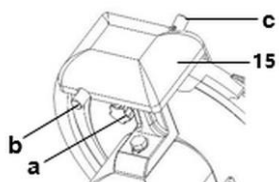

Fig. 10
7. Mantenha o botão (b, fig. 10) por trás do afiador (1) premido e deixe o aparelho ligado durante aprox. 60 segundos, de forma a que forme-se uma rebarba na lâmina.